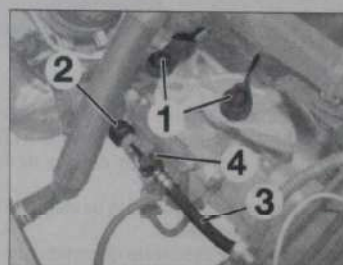

Fig. 13
- Pincer les languettes des 2 rotules (1) à l'aide d'une pince à becs (Fig.13).
- Désaccoupler les 2 rotules (1).
- Tirer sur l'agrafe (2).
- Désaccoupler la canalisation hydraulique (3).